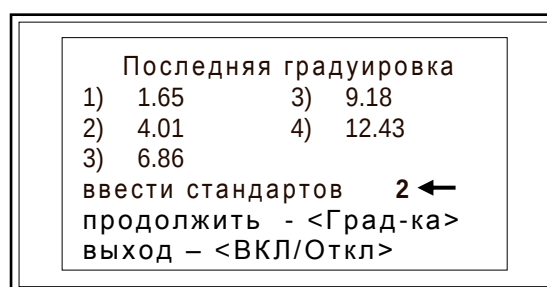

Рисунок 29
4.12.2.7 Выбрать кнопками «<» или «>» количество образцовых растворов, по которым будет проводиться градуировка (указывается в методиках измерения, наиболее часто используются два раствора). Оно отображается на табло после надписи «ввести стандартов» (рисунок 29).